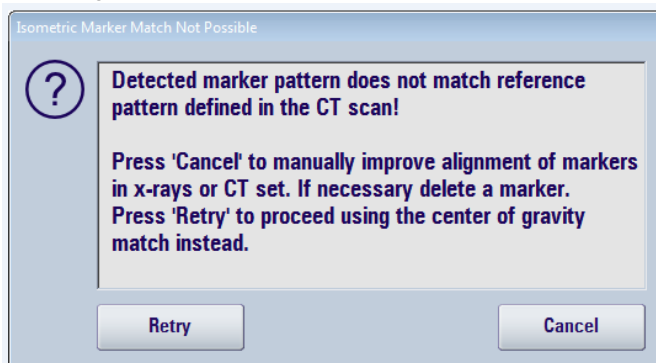

Figura 5. Finestra di messaggio con il suggerimento di ExacTrac Vero di passare ad una "corrispondenza del baricentro".
3. Se il software mostra la finestra di messaggio riportata qui sotto, selezionare sempre "Cancel" (vedere figura 5).